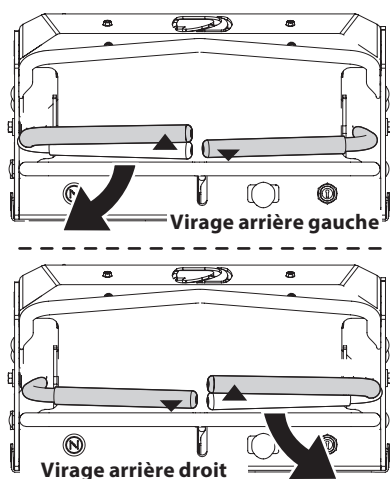

Figure 14
1. Pour tourner à gauche en marche arrière, déplacez le levier de contrôle de gauche vers l'avant du levier de contrôle de droite (Figure 14).
2. Pour faire demi-tour en marche arrière, déplacez le levier de contrôle droit en avant du levier de contrôle gauche (Figure 14).